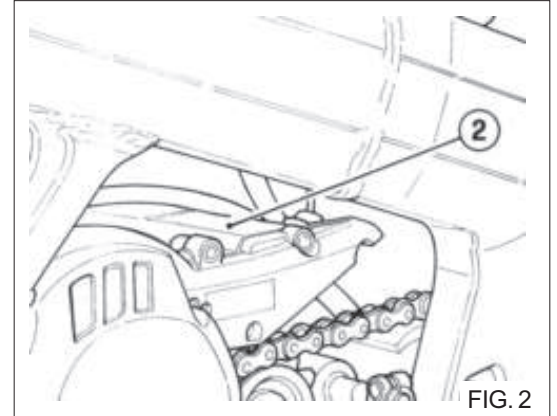

FIG. 2
- *serial number of the engine stamped on the upper part of the left half crankcase (Fig. 2);*
- numéro matricule du moteur gravé à la partie supérieure du demi-carter gauche (Fig. 2);
- Motor-Nummer auf dem oberen Teil der linksseitigen Kastenhälfte (Bild. 2);
- número de matrícula del motor que se encuentra en la parte superior del semicárter izquierdo (Fig. 2);
- FIG. 2